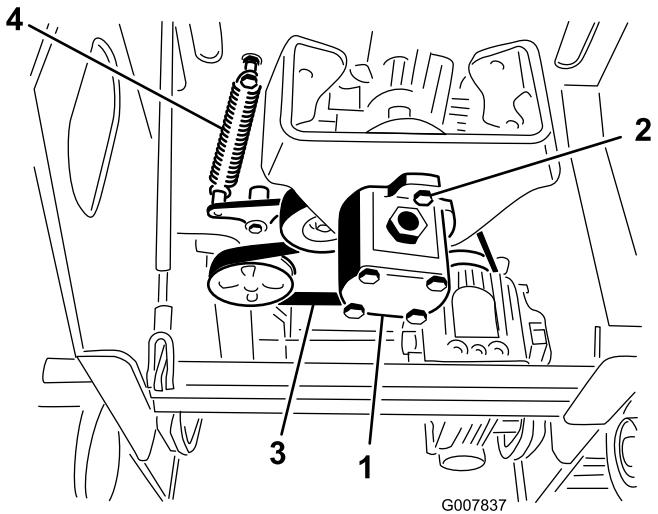

Bild 51
5. Lösen Sie die zwei Pumpenschrauben (Bild 51).
6. Drehen Sie die Pumpe nach links und lassen Sie sie nach unten, von der Riemscheibe weg, ab (Bild 51). Stellen Sie sicher, dass sich die Spinnenkupplung mit der Pumpe absenkt.
7. Ziehen Sie das Ende der Spanscheibe mit einem Federzieher (vom offiziellen Vertragshändler erhältlich) oder einem starren Metallhaken von der Federschraube, um die Riemspannung zu lösen (Bild 51).